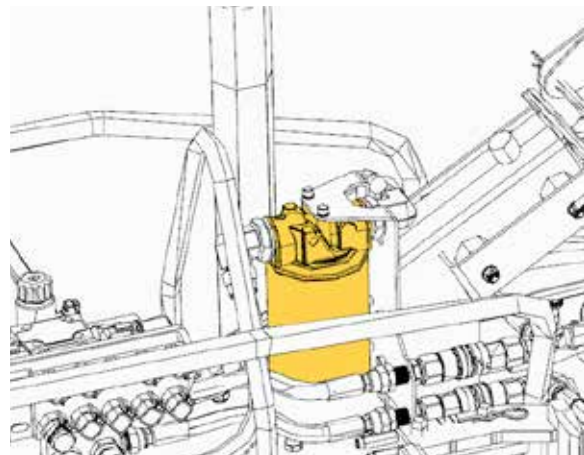

Fig 117. Positions des filtres de ligne de retour
- Filtre de ligne de retour Fig 117